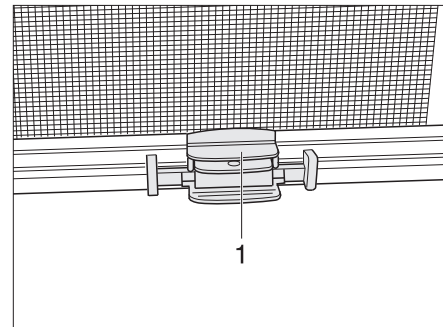

Fig. 44 Persiana
- Agarrar la tablilla final (Fig. 44,1) de la mosquitera enrollable por el centro y dirigirla a la tablilla final de la persiana oscurecedora enrollable.
- Sujetar la tablilla final (Fig. 44,1) de la mosquitera enrollable y accionar la cuchilla de bloqueo.